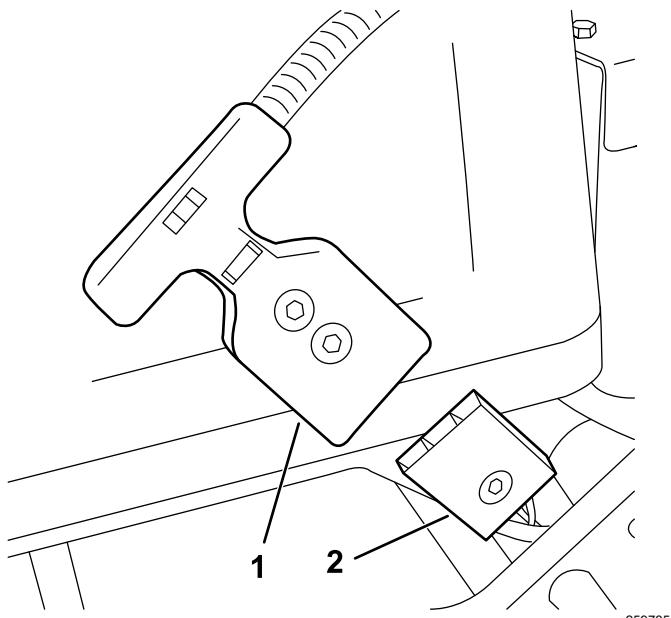

Bild 12
1. Schließen Sie den T-Holmanschluss an den Hauptstromanschluss an (Bild 12).